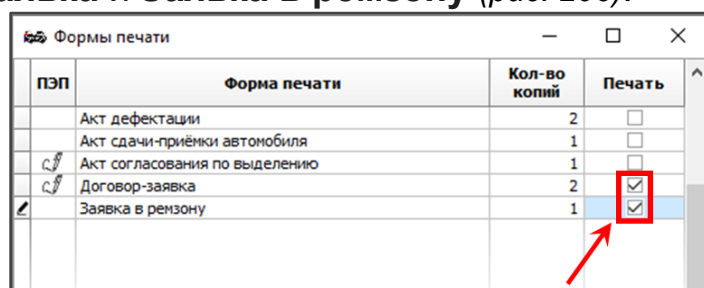

рис. 206
3. При приёме автомобиля в ремонт выбирайте два документа: **Договор-заявка** и **Заявка в ремзону** (рис. 206).